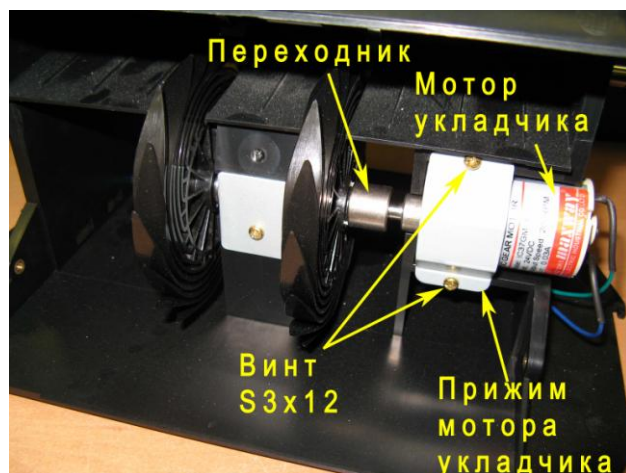

Рис. 60
8.17.3 Вывинтить два винта S3х12 N0092 (Рис. 60, Рис. 61) крепления прижима мотора укладчика к каркасу, снять прижим, извлечь мотор, снять переходник.
8.17.5 Вывинтить два винта S3x12 N0092 (Рис. 60, Рис. 63, Рис. 64) крепления прижима мотора укладчика к каркасу (для удобства последующей установки прижима допускается не вывинчивать до конца верхний винт), снять прижим, извлечь мотор.